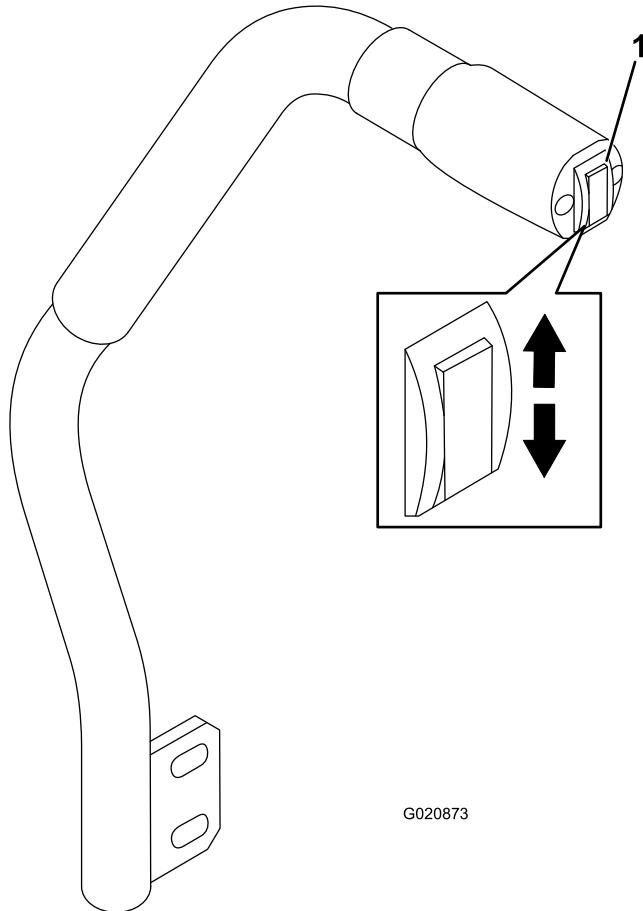

図19
デッキ昇降スイッチはデッキアタッチメントの上昇と下降を行うスイッチです図19。
- デッキを下降させるには、スイッチを下に押す図19。
- デッキを上昇させるには、スイッチを上に押す図19。